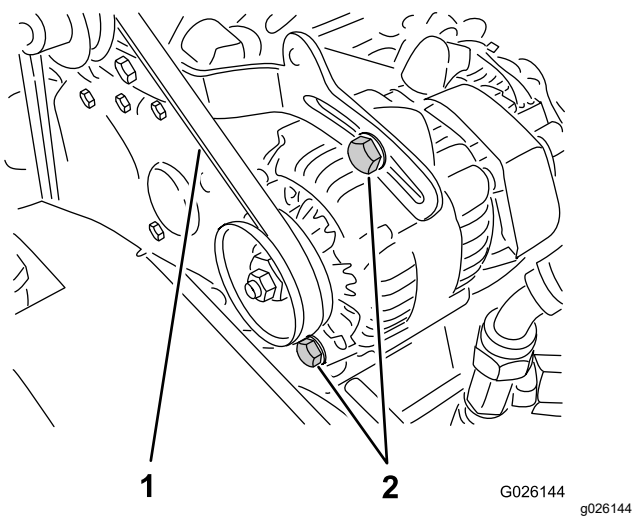

Figura 63
2. Verifique a tensão pressionando a correia a meio curso entre a cambota e as polias do alternador com uma força de 10 kg (Figura 63).
- A. Desaperte os 2 parafusos de fixação do alternador (Figura 63).
B. Utilizando um pé de cabra, rode o alternador até atingir uma tensão adequada da correia; depois, aperte os parafusos de montagem (Figura 63).